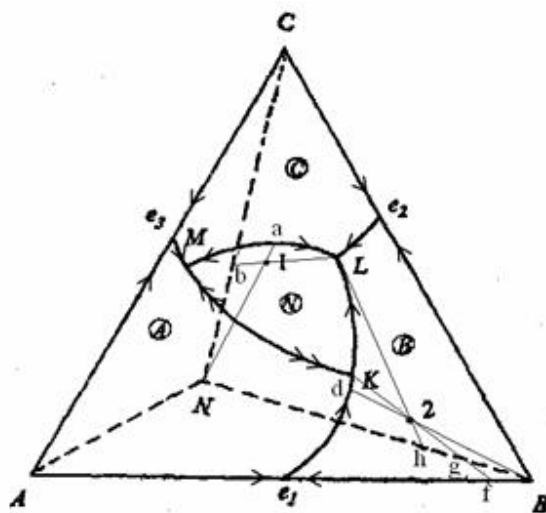

图6-12
6-24图6-12所示为生成一个三元化合物的三元系统相图。(1) 判断三元化合物N的性质；(2) 标出界线上的温降方向(转熔界线用双箭头)；(3) 指出无变量点K、L、M的性质,并写出相平衡方程；(4) 分析点1、2的结晶过程,写出结晶过程的相平衡表达式。